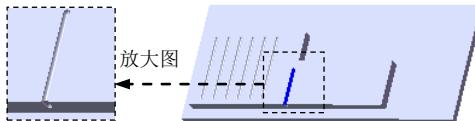
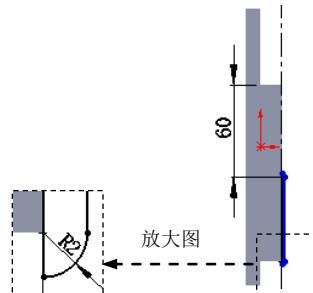

图 17.7.18 创建切除—旋转 3
图 17.7.19 横断面草图
Step10. 创建图 17.7.18 所示的切除—旋转 3。选择下拉菜单 **插入(I) → 切除(C)** → **旋转(R)...** 命令；选取 Step8 绘制的基准面 2 作为草图平面，绘制图 17.7.19 所示的横断面草图（包括旋转中心线）；采用草图中绘制的中心线作为旋转轴线，在 **方向1** 区域的 **下拉列表** 中选择 **给定深度** 选项，在 **文本框** 中输入数值 360.0，采用系统默认的旋转方向。